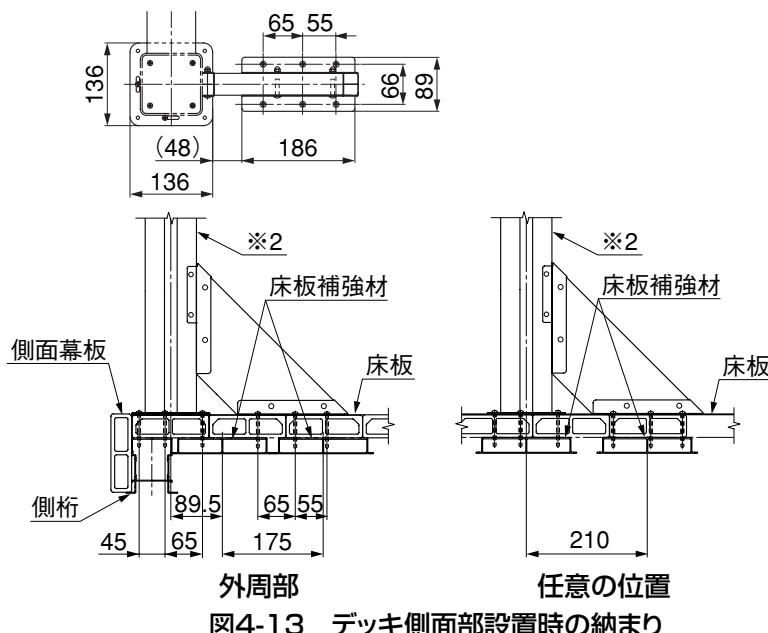
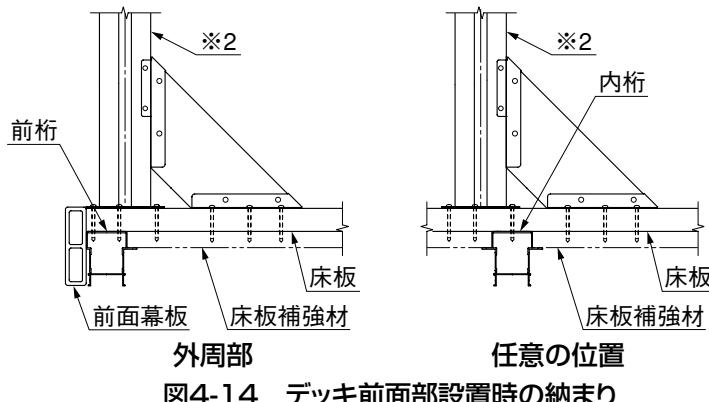

図4-13 デッキ側面部設置時の納まり
図4-14 デッキ前面部設置時の納まり
- デッキの側面に立てる場合は図4-13、前面に立てる場合は図4-14を参照してください。
- フェンスをデッキ前面方向の任意の位置に立てる際に、ベースプレートの固定ネジが桁をまたぐ等しますと、床板補強材が2枚必要になる場合がありますので注意してください。(図4-14参照)